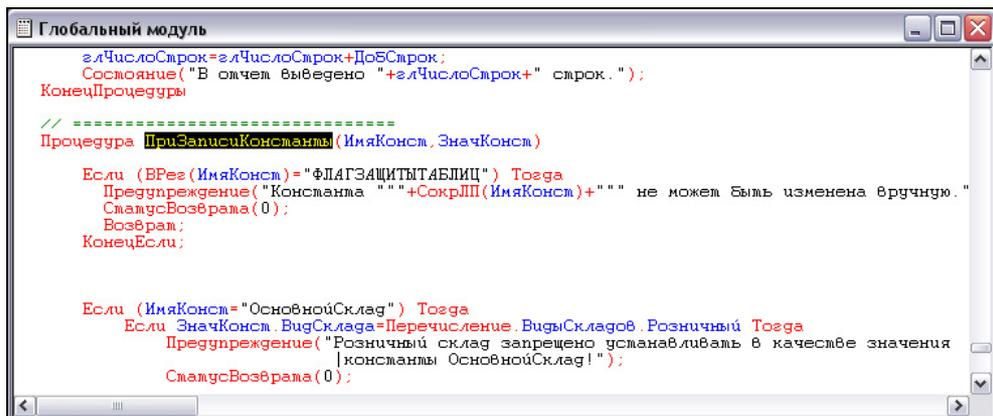

Рис. 5.44. Окно Глобальный модуль, процедура ПриЗаписиКонстанты ()
7. Если все сделано правильно и процедура существует, мы перейдем примерно к такому участку кода (рис. 5.44).